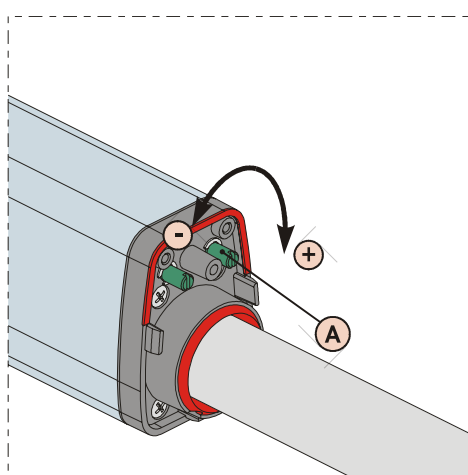

Fig. 19
- 2) Pour régler le fin de course de **fermeture FCC** agir sur la vis de réglage, Fig.19 réf.A, en la tournant en sens horaire pour augmenter la course de la tige et, vice versa, en sens inverse horaire pour la réduire.